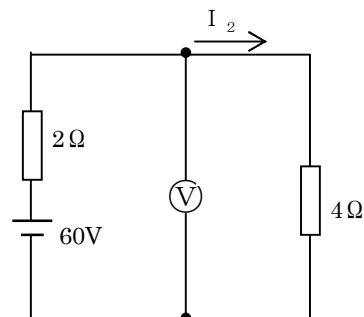

図14-2-3
- ② スイッチSを②へ入れる 図14-2-3のような回路となり、回路電流すなわち 4Ω に流れる電流 I_2 が求められる。
- ③ 4Ω 加わる電圧 V は抵抗値と電流値でオームの法則により計算する。
- ② 図14-2-3より、 4Ω と 2Ω の直列回路となる。したがって回路電流すなわち 4Ω に流れる電流 I_2 [A] は